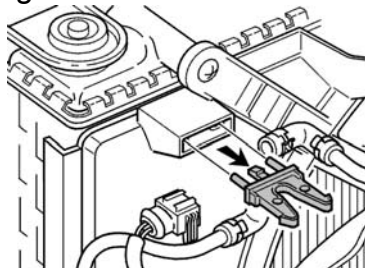

Fig. 2
- Desengatar e eliminar o suporte da cobertura do ventilador (Fig. 2).